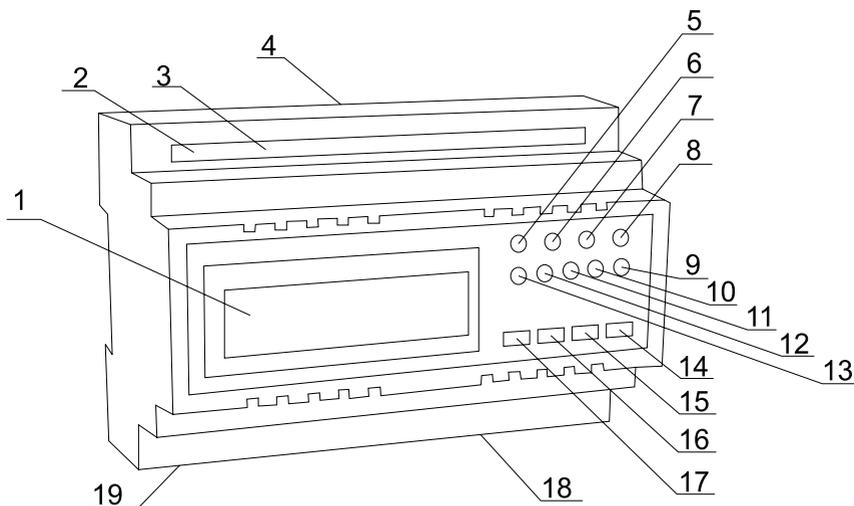

Рис.3.1. Расположение органов управления, контроля, гнезд подключения.
Контроллер изображен на Рис.3.1. С нижней стороны располагаются разъемы подачи питания на контроллер (19) и разъемы силовых линий для подключения управляемых устройств (18).
Для вхождения в режим программирования следует тонким, желательно неметаллическим, предметом аккуратно нажать кнопку технологического режима внутри корпуса (поз.2 Рис.3.1), и не отпуская ее, нажать кнопку “меню” (поз.17 Рис.3.1). При вхождении в технологическое меню на экране высветится окно установки кода датчика температуры уличного воздуха (Рис.4.1). Для всех датчиков вид окна и принцип работы с ним абсолютно